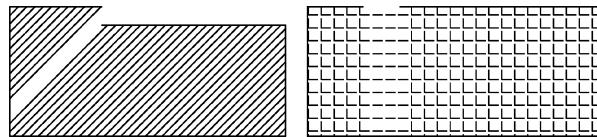

图 8-3 “选择对象”方式边界不封闭的填充结果
- “选择边界对象”按钮：以选取对象方式确定填充区域的边界。此方法虽然可以用于所选对象组成不封闭的区域边界，但在不封闭处会发生填充断裂或不均匀现象，如图 8-3 所示。